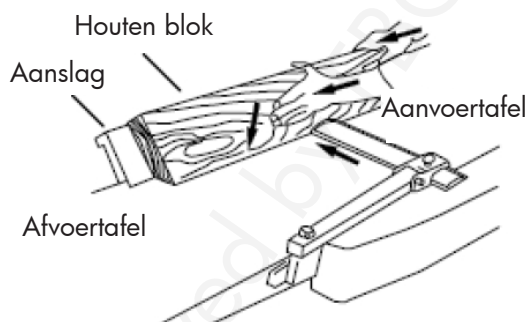

Fig. 24: Afschuinproces
5. Voer het materiaal door de snijkop en zorg ervoor dat de voorkant van het materiaal volledig vlak tegen de aanslag wordt gedrukt en dat de rand stevig contact maakt met de aanvoer- en afvoertafel (Fig. 24).